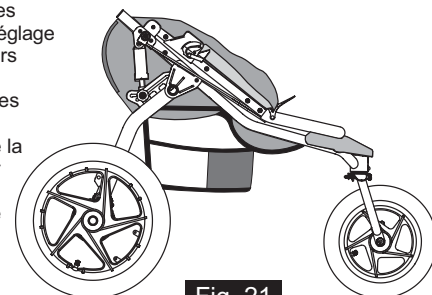
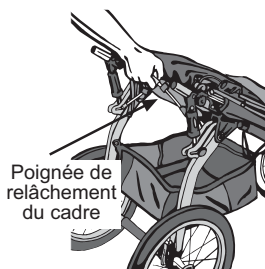

Fig. 21
Fig. 22
**13. LE PLIAGE :** Sortez l'enfant de la poussette. Débarrassez le filet situé en dessous de la poussette de son contenu, faites de même avec les poches arrière et latérales. Les amortisseurs doivent être en position 1 (Fig.2) avant de plier la poussette. Appuyez sur les leviers gauche et droit de dégagement du guidon (Fig. 3) et pliez le guidon vers l'avant tel qu'illustré dans la Fig. 21. Agrippez la poignée de relâchement du cadre sous le siège (Fig. 22) et tirez d'un coup sec vers le haut.